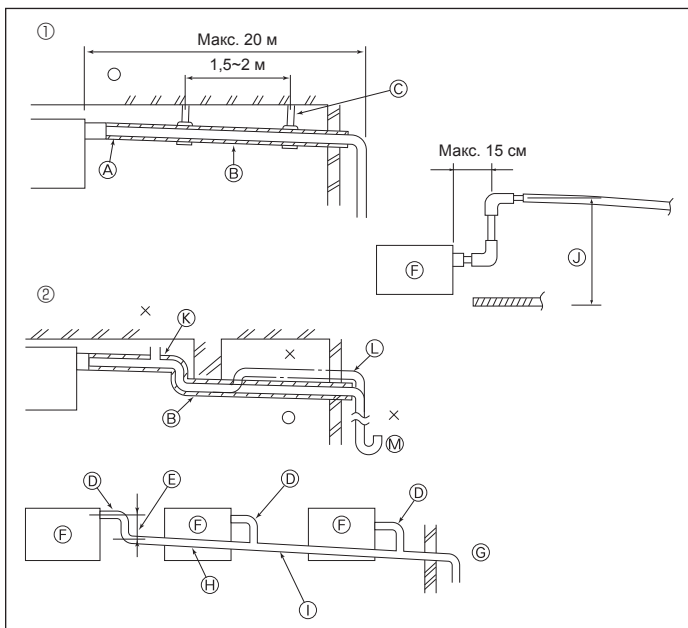

Fig. 3-1
3.1. Работы по установке дренажной трубы (Fig. 3-1)
- ① Правильное подключение труб
- ② Неправильное подключение труб